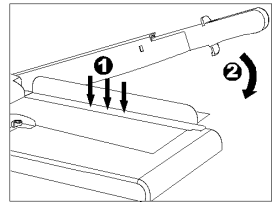

Fig. 3
- Appuyez avec une main la barre de pression contre le document à découper (Fig. 3/1).
- Abaissez avec l'autre main le bras de coupe pour couper le document (Fig. 3/2).